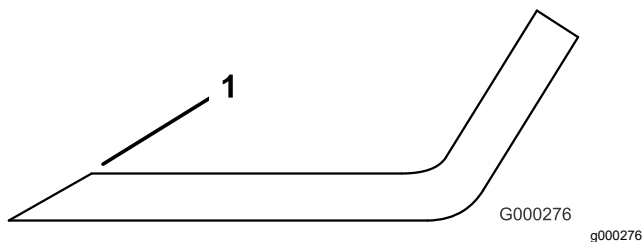

**Figure 130**
2. Examinez attentivement les tranchants de la lame, particulièrement au point de rencontre de la partie plane et de l'ailette (**Figure 130**).
**Remarque:** Le sable et les matières abrasives peuvent éroder le métal à cet endroit, c'est pourquoi il est important de contrôler l'état de la lame avant d'utiliser la tondeuse. Remplacez la lame si elle vous semble usée (**Figure 130**).